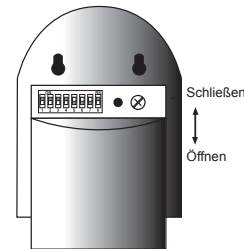

Abb. 9
3. Öffnen Sie nun die Abdeckung am Funk-Gong und stellen Sie hier den gleichen Code ein (Abb.9,10+12). Prüfen Sie, ob die Störung beseitigt ist, wenn diese beim Funk-Gong auftrat.
- Schieben Sie die Abdeckung des Batteriefachs nach unten bis zum Stoppunkt. Sie können nun den Melodie-Wahltafter, den Lautstärke-Regler und die Code-Einstellungen erreichen (Abb. 9).
- Schieben Sie die Abdeckung wieder nach oben (Abb. 9).